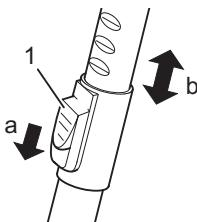

Abb. 4
- Stellen Sie die Länge des Teleskoprohrs ein. Drücken Sie dazu die Teleskoprohr-Arretierung (Abb. 4/1) nach unten (Abb. 4/a). Ziehen Sie dann das Teleskoprohr auf die gewünschte Länge (Abb. 4/b). Zum Verriegeln lassen Sie die Teleskoprohr-Arretierung beim Ziehen los. Sie hören ein deutliches Klicken.